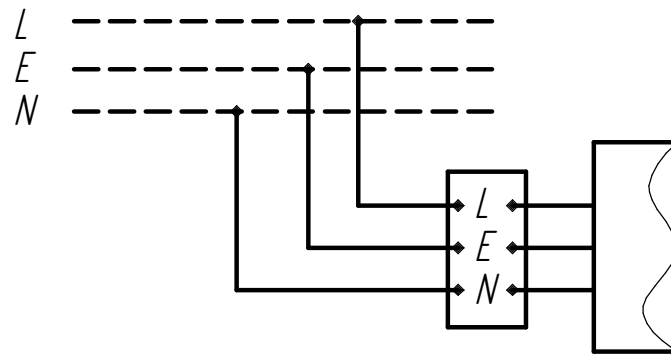

Рисунок 3 - Схема подключения светильника к сети
6.4 Присоедините сетевые провода к клеммной колодке на корпусе, согласно схеме подключения (см. рисунок 3).